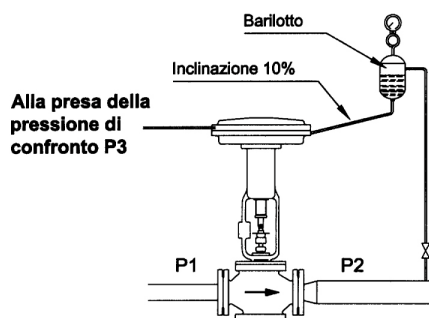

Fig. 18
9.3.6 Se il fluido regolato è un vapore condensante a temperatura superiore a 70°C, o un fluido incompatibile con la membrana, inserire sulla presa di impulso un barilotto come indicato in Fig.18.